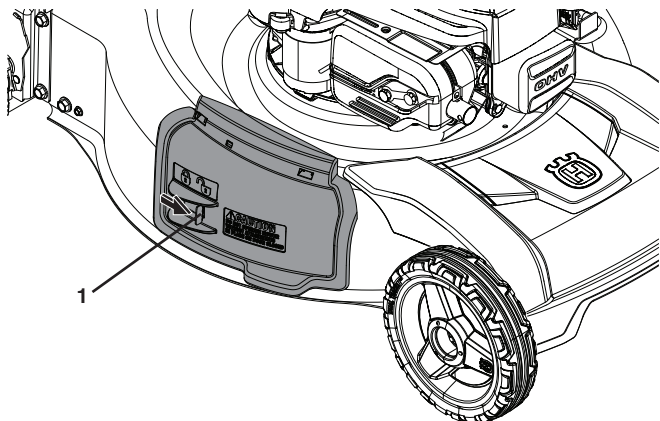

Figure 12
1. Ouvrez le verrou (Figure 12).